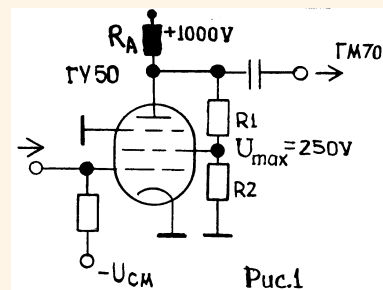

Рис.1
3. Какие характеристики у данного каскада? Триодные, пентодные или переходные? Он рассматривается, как драйвер с большой амплитудой выхода (рис. 1).